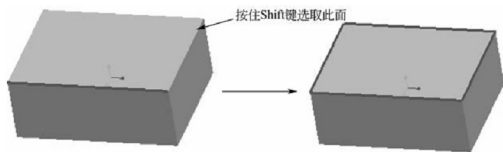

图 5.33 面链选取
(1) 按住 Ctrl 键 + 鼠标单击所有边线。
(2) 单击一条边，然后按住 Shift 键并单击这条边所在的面，就可以选中这个环形线链，如图 5.33 所示。